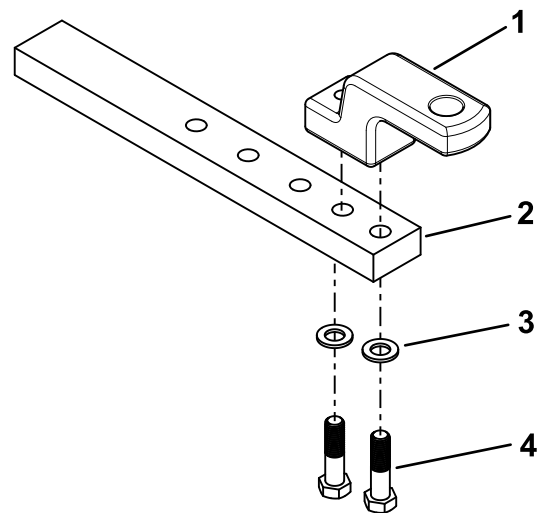

Figura 6
- Utilice 2 tornillos (M18) y 2 arandelas para sujetar la horquilla a la barra de tracción (Figura 6).